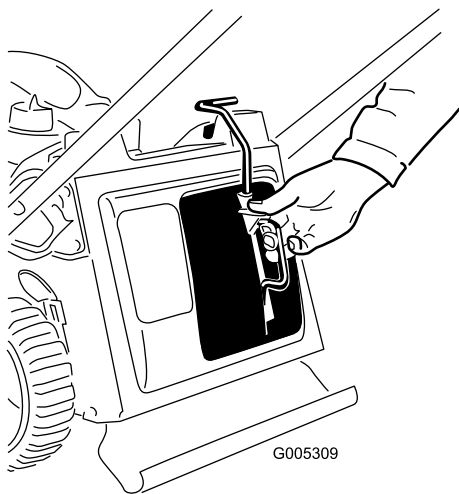

Рисунок 32
3. Установите заглушку для мульчирования (Рисунок 32).